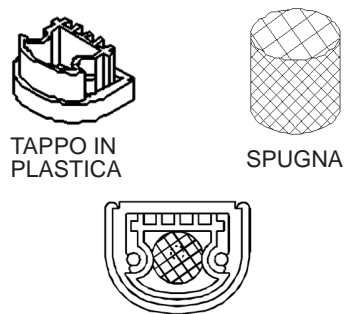

Fig. 3
6) introdurre la spugnetta nel tappo in plastica in modo da coprire il foro di scarico della condensa. Infilare il tappo in plastica nel profilo (Fig. 3);